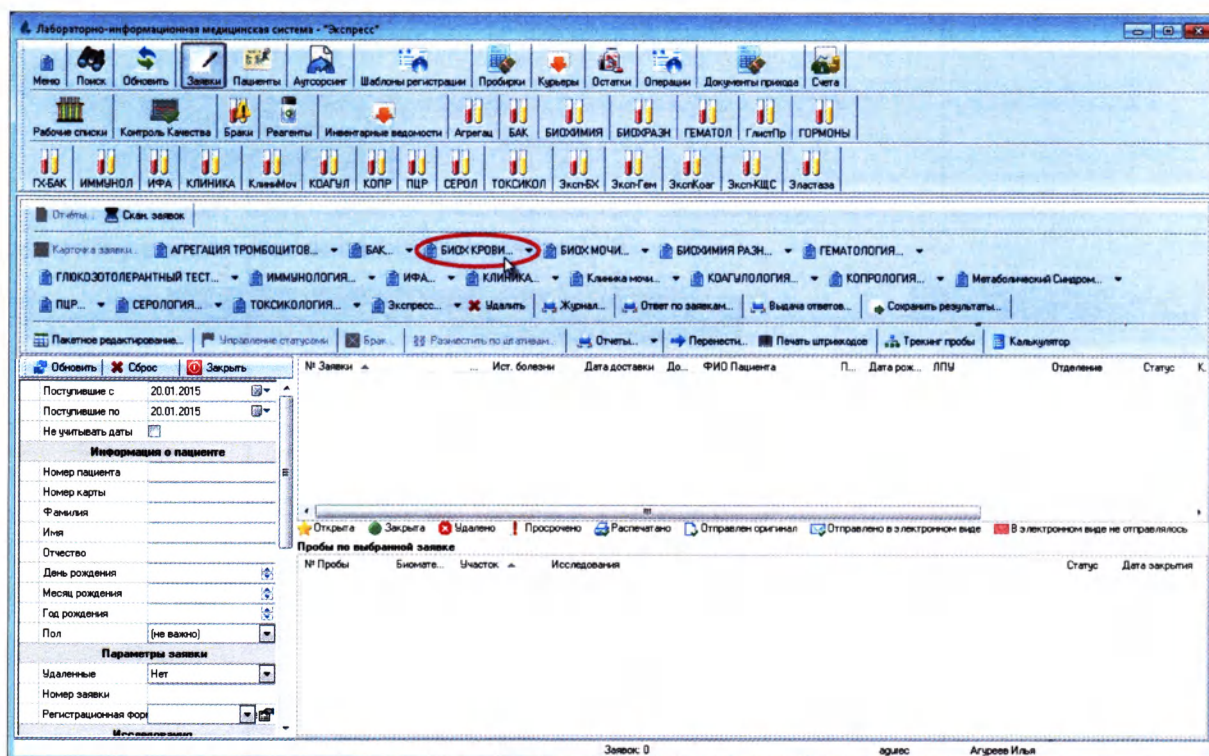

Рисунок 2.76
2. Нажмите кнопку необходимой регистрационной формы (Рисунок 2.76):